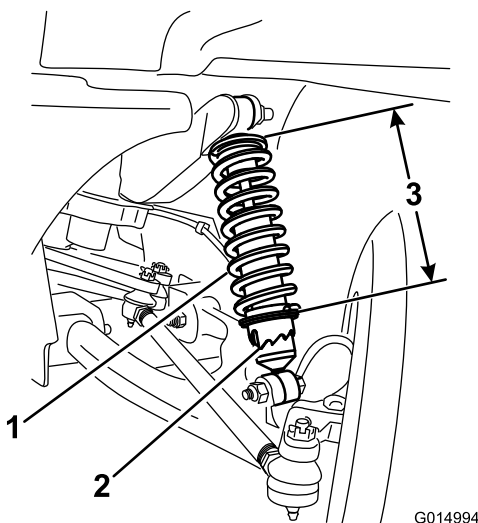

Figura 52
3. Utilizando a ferramenta Toro6010, rode o anel no amortecedor para alterar o comprimento da mola (Figura 52).